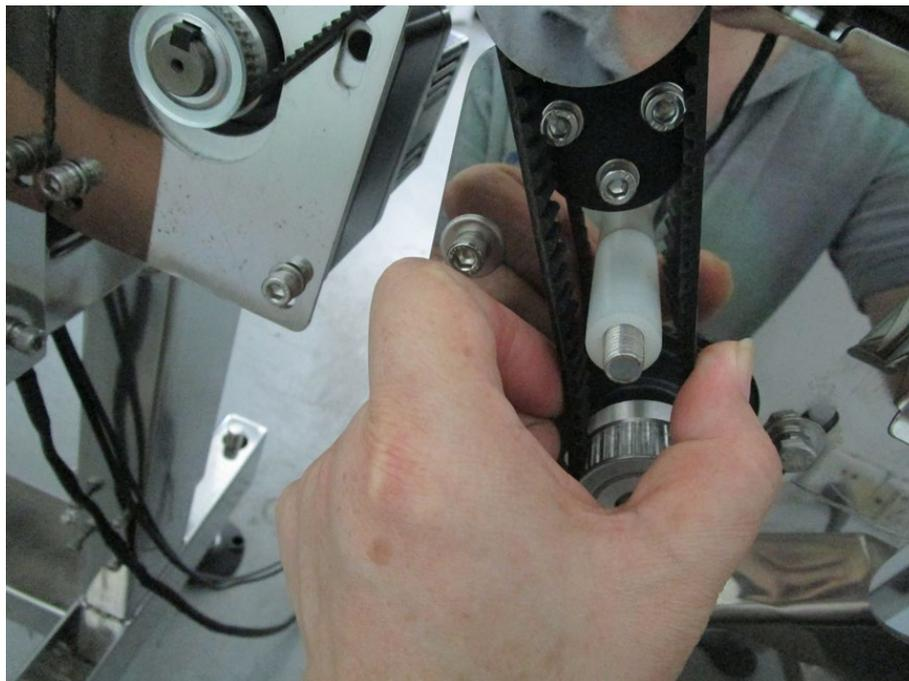

图 4-12 调节同步带
5) 通过调整马达的位置来调节同步带的松紧(图 4-12)。调整同步带到合适的松紧后，紧固马达支架上的所有固定螺丝。